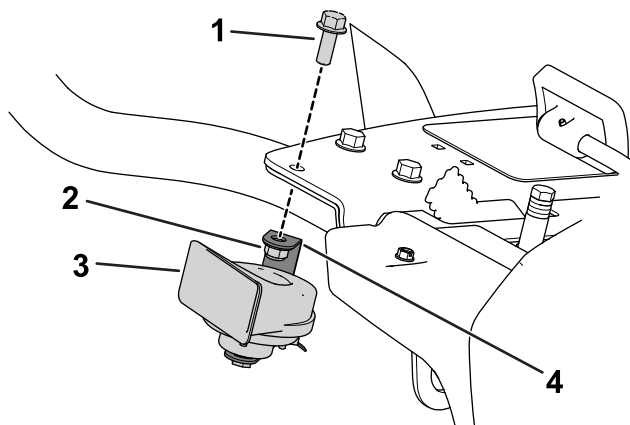

Figure 9
- Avec un boulon à tête hexagonale (3/8" x 1") et un écrou à embase (3/8"), fixez l'avertisseur et son support au support de plancher droit (Figure 9).